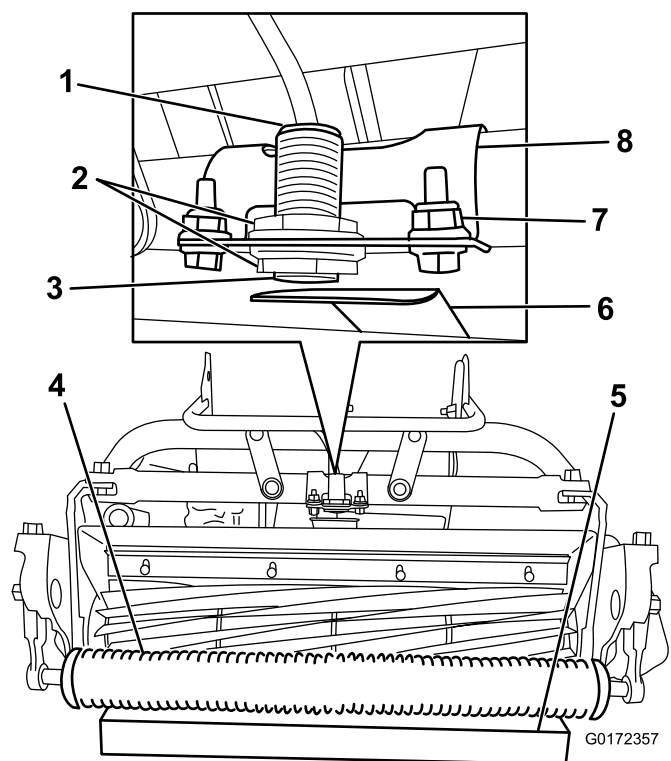

Figura 16
4. Coloque un bloque de 3,8 cm debajo del rodillo delantero de la unidad de corte (Figura 16).
5. Afloje los pernos que sujetan el soporte del sensor al bastidor (Figura 16).
8. Gire el soporte del sensor hacia la placa objetivo hasta que se encienda la luz situada encima del sensor (Figura 16). Si ya estaba encendida, gírelo hacia fuera hasta que se apague la luz, y luego en el sentido contrario justo hasta que se encienda.
2. Afloje las contratuercas del sensor y ajuste el sensor hasta que quede visible una rosca por debajo de la contratuerca inferior (Figura 16).